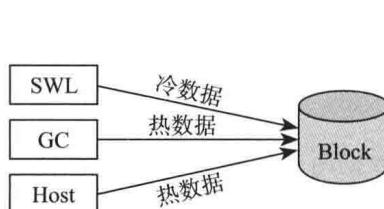

图 4-41 SWL, GC 和用户数据混在一起写
3) 三者全都混在一起写在同一个闪存块上，如图 4-41 所示。